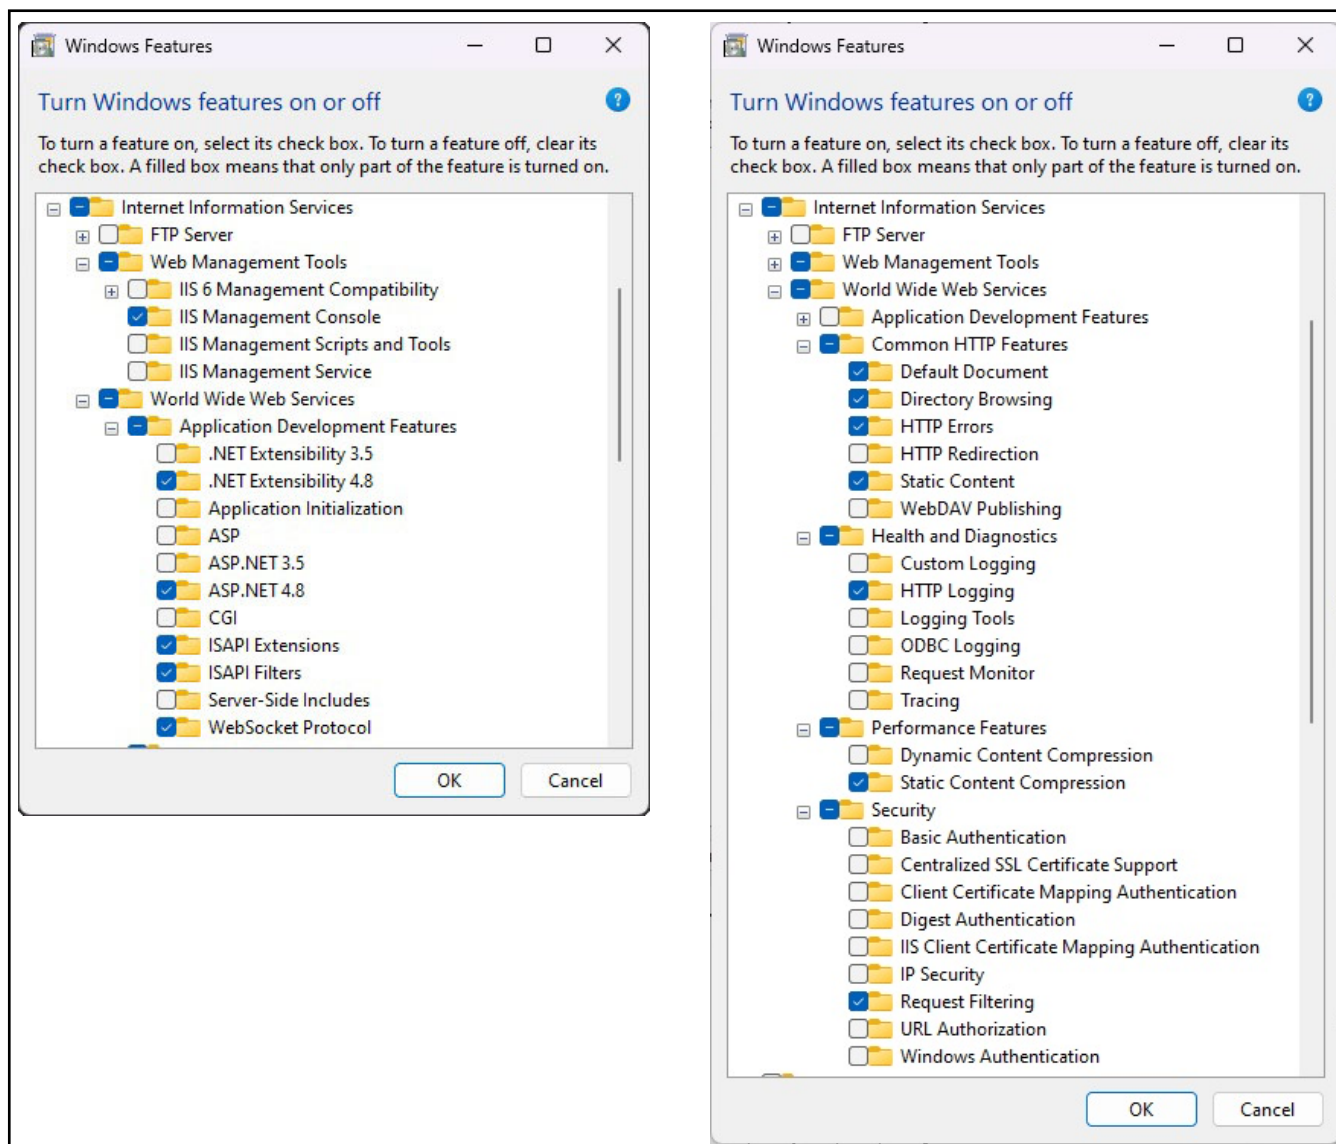

Figura 2-17. Características de Windows configuradas
- B.1 Aparece la ventana de características de Windows (consulte la Figura 2-17 en la página 16).
B.2 Expanda el árbol de **Internet Information Services** y active las casillas de verificación tal y como se muestra en la Figura 2-17.